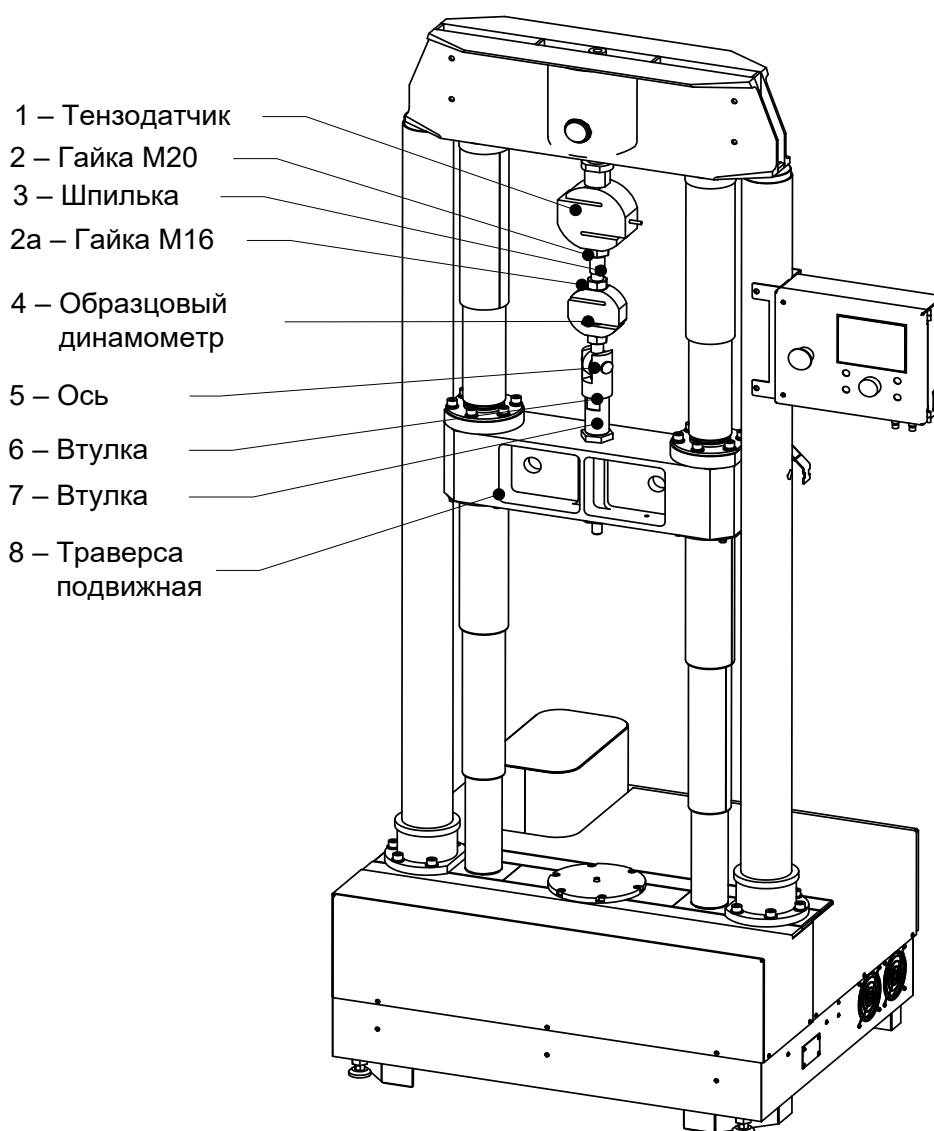

Рисунок 3 – Установка образцового динамометра
- 2) вкрутить переходник (состоит из гаек 2, 2а и шпильки 3, см. рисунок 3, страница 7) для крепления динамометра к тензодатчику 1 (см. рисунок 3, страница 7);
- 3) вкрутить образцовый динамометр 4 (см. рисунок 3, страница 7);
- 4) траверсу подвижную 8 опустить вниз (см. рисунок 3, страница 7);
- 6) поднимать траверсу подвижную 8 до тех пор, пока отверстие проушины образцового динамометра 4 не совместится с отверстием втулки 6 (см. рисунок 3, страница 7);
- 7) вставить ось 5 в отверстие (см. рисунок 3, страница 7);